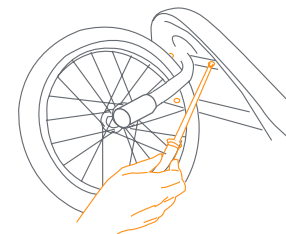

Fig. 7d
- Insert the 4 screws through the underside of the front frame assembly into the front fender's plastic tubes. Tighten the screws only until snug (Fig. 7d).
- Introduzca los 4 tornillos por debajo del armazón delantero en los tubos plásticos del guardabarros delantero. Ajuste bien los tornillos sin forzarlos (Fig. 7d).